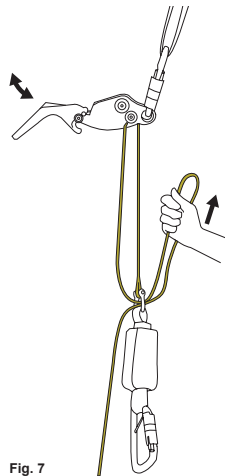

Fig. 7
- De afdalingsnelheid kan worden aangepast door met de ene hand de hendel vast te houden en met de andere hand de lijn onder het apparaat. Begin met de lijn haaks te houden, buiten de gleuf. De afdaling begint door de hendel omhoog te bewegen, terwijl het apparaat ondersteboven hangt (zie afb. 7). De afdaling stopt als de hendel omlaag wordt bewogen of wordt losgelaten. U kunt de wrijving laten toe- of afnemen door de lijn al dan niet door het smallere deel van de gleuf te laten lopen, zoals aangegeven in afb. 3B. Het is van belang om altijd één hand aan de lijn onder het apparaat te houden, om de afdaling gecontroleerd te kunnen laten verlopen.